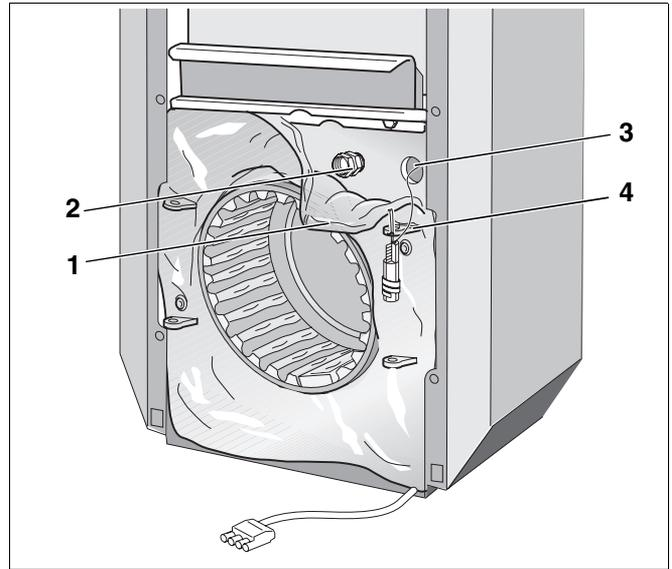

Abb. 32 Leitungen verlegen und anschließen
- Kapillarrohre und Fühlerleitung (Abb. 32, **Pos. 4**) zur Messstelle (Abb. 32, **Pos. 2**) verlegen.
- Temperaturfühlerpaket durch die Öffnung der Kesselvorderwand (Abb. 32, **Pos. 3**) stecken.
- Überlänge der Kapillarrohre und Fühlerleitungen (Abb. 32, **Pos. 4**) zusammenwickeln.